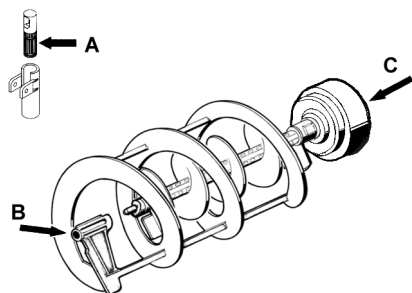

figura 12
- 2 Lubrificare il pistone rubinetto, il raschiatore interno e quello esterno (nei punti A, B e C indicati in figura 12) utilizzando esclusivamente il grasso fornito dal fabbricante o altro **grasso per uso alimentare**.